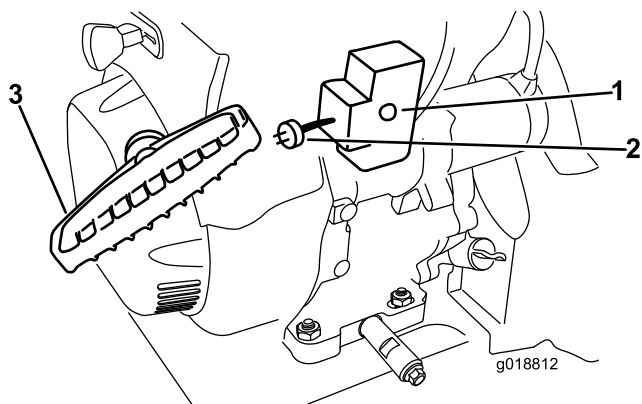

Рисунок 31
7. Запустите машину, потянув за шнур стартера или нажав на кнопку электрического стартера (Рисунок 31).